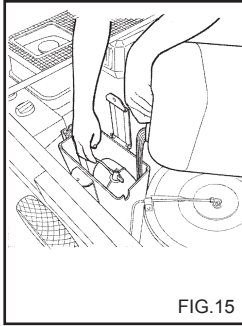

FIG.15
- 5) Ungefähr 3 liter Frostschutzmittel in den Wasserbehälter giessen. (Fig. 15).